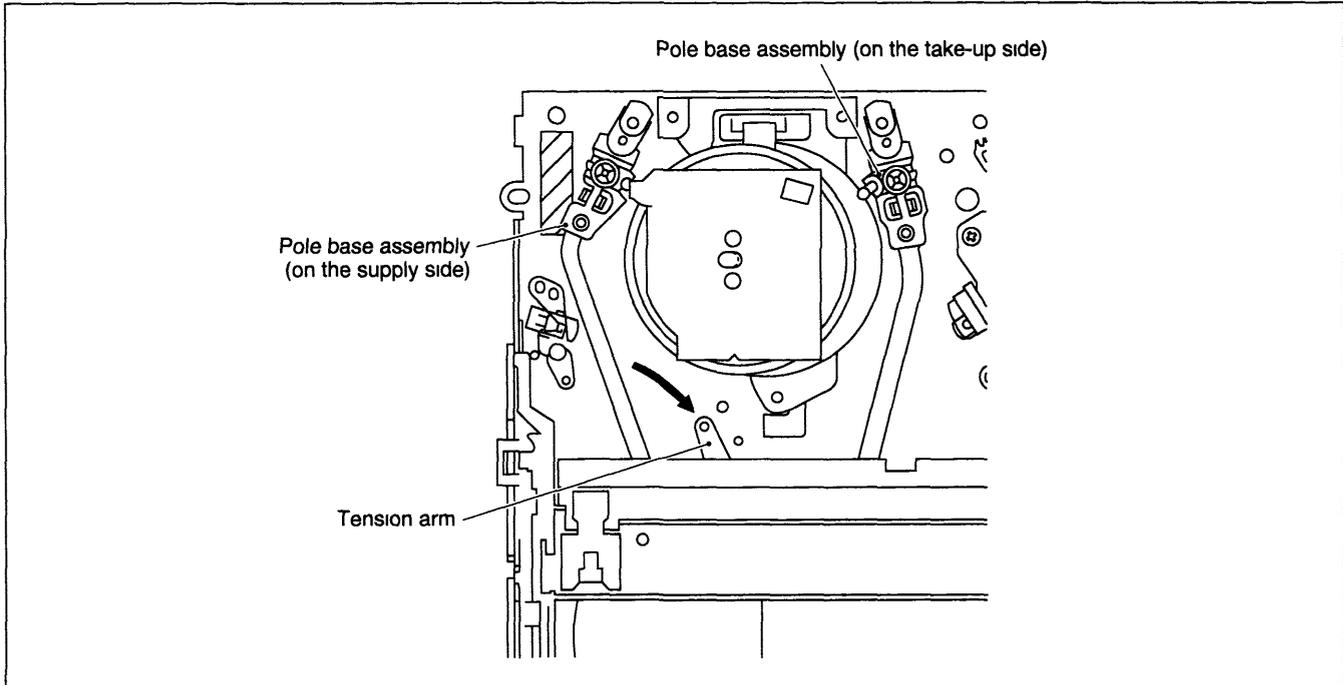

Fig 2-1-3
- (1) Desconecte o cabo de rede e remova a tampa superior, suporte e Painel Frontal, (Veja 1 3 MÉTODO DE DESMONTAGEM E MONTAGEM)
- (2) Enquanto mantém o braço tensor (tension arm) livre de tensão, remova a fita do conjunto poste montado (pole base assy) e do rolete (no lado supply ou take-up) (Veja Fig 2-1-3)